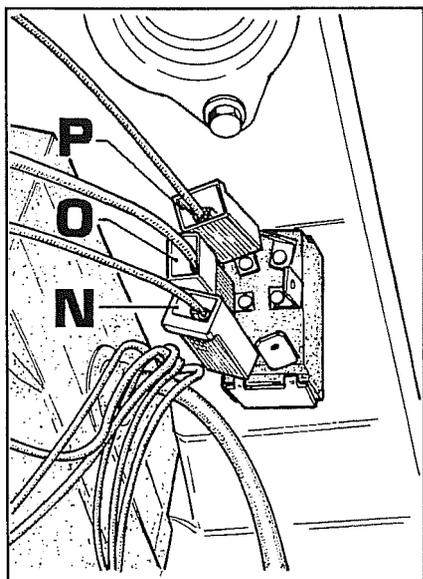

Fig. 49
6. Antes de desconectar los cables **N-O-P** de la central del interruptor de elevación/descenso controlar su acoplamiento que debe ser el siguiente (ver fig.49):